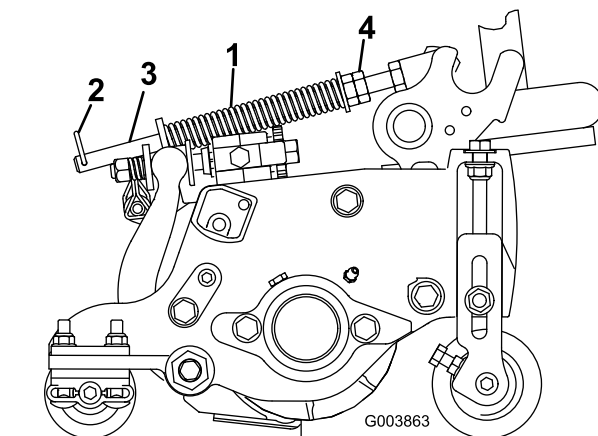

図 87
ターフ補正スプリングは、カッティングユニットの前から後ろへの「体重移動」を行う働きがあります図 87。これにより、マーセリングやポビングと呼ばれる「波打ったような」仕上がりを防いでいます。
1. スプリングロッドの後穴にヘアピンコッターを忘れずに取り付けてください図 87。